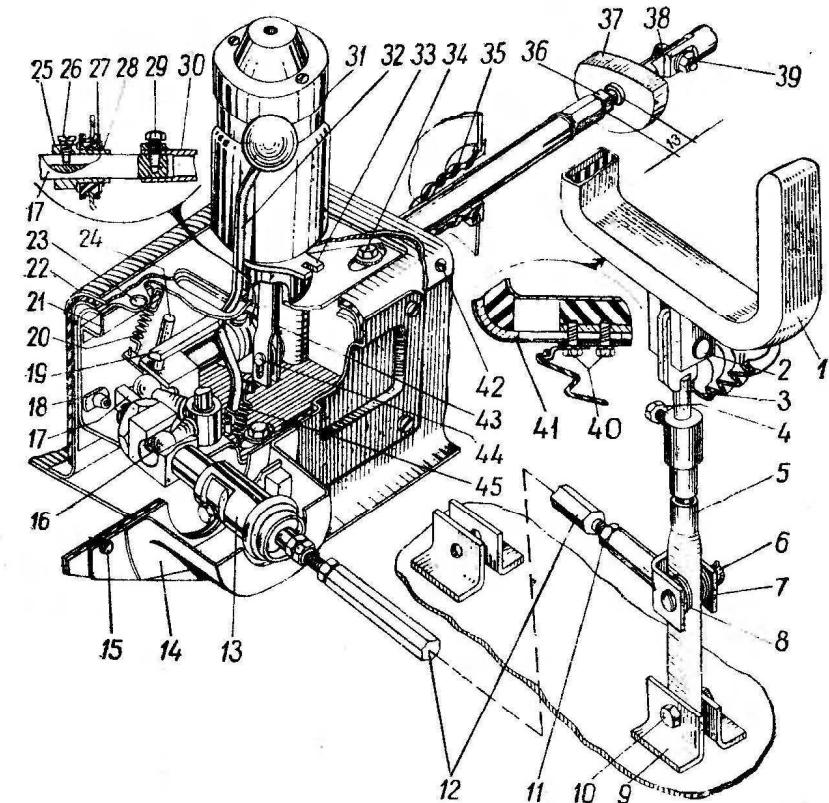

Рис. 10. Механизм переключения передач:
Управление коробкой передач осуществляется ногой с помощью вилки 1 (рис. 10), установленной на рычаге 5. Поперечной тягой 12 рычаг соединен с механизмом переключения передач, размещенным в туннеле пола кузова.
Для поворота вала управления при включении третьей или четвертой передачи на корпусе механизма переключения передач устанавливается специальное тяговое реле 31, соединенное с опорой ползуна тягой 43 (рис. 10).
1. Ввернуть муфту в вал управления до размера примерно 13 мм между торцом вала и плоскостью муфты (рис. 10).
2. Рычагом включения заднего хода установить упор ползуна 24 против контрольного отверстия 23, прижав его к упору 21 в корпусе (рис.10).